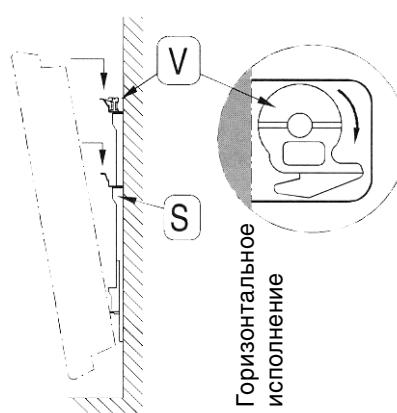

Рис. 4
- Поднимите монтажный шаблон, совместив отверстия 3 и 4 с выполненными на стене отметками (смотри рисунок 4), выполните разметку отверстий 2 и 5.